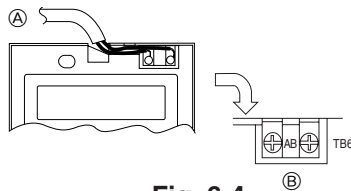

Fig. 6-4
2) Aansluitprocedure (Fig. 6-4)